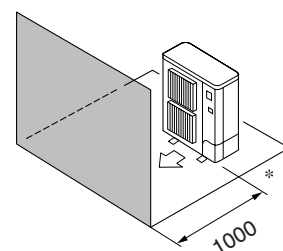

Fig. 2-5
- ④ Alleen obstakels aan de voorzijde (Fig. 2-5)